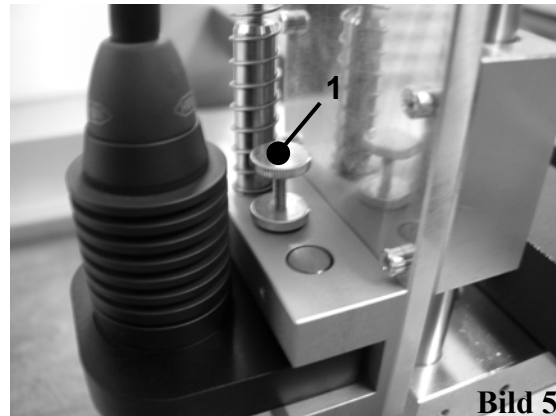

Bild 5
Gravieren → der Höhenausgleich ist frei beweglich. Die Rändelschraube (1) (**Bild 5**) ist so weit herausgeschraubt, dass sie nicht mehr durch den Block durchragt und mit der Gegenmutter gekontert, um ein Verdrehen durch Vibrationen zu verhindern.